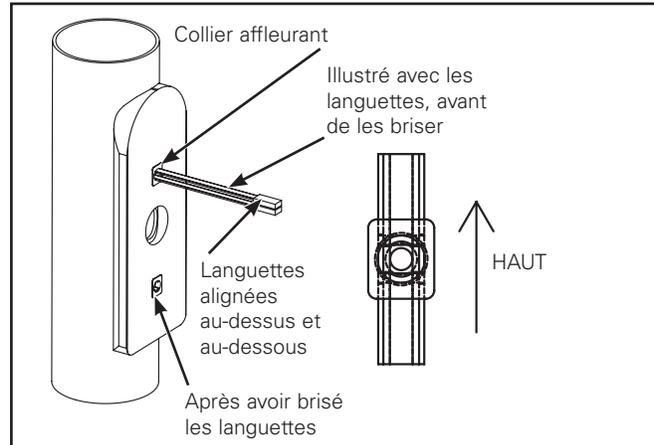

Figure 2.
1. Fixez les boulons à ailettes au poteau en insérant l'ailette dans le poteau. Si vous utilisez l'adaptateur pour poteau rond (facultatif) illustré, installez l'ailette par les trous de 1,3 cm (1/2 po) en premier. Attachez le collier contre le poteau et retirez les languettes pour les doigts. Serrer les languettes les détachera au niveau du collier d'attache (Figure 2.)